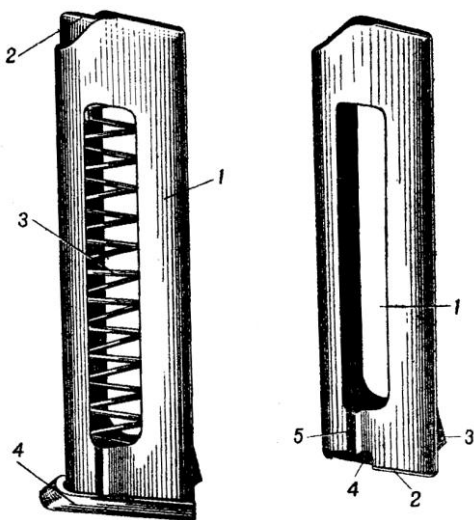

Рис. 39. Магазин:
29. Магазин (рис. 39) служит для помещения восьми патронов. Он состоит из корпуса, подавателя, пружины подавателя и крышки.